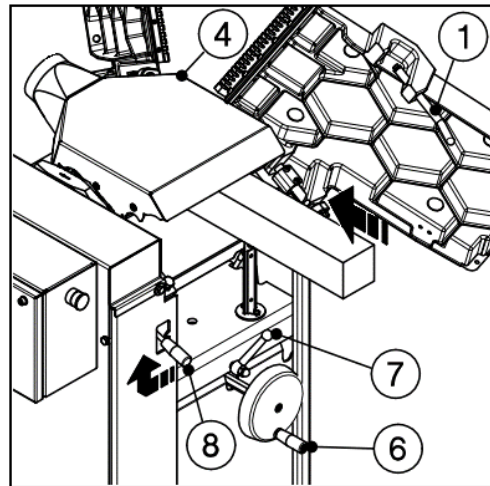

Fig 12
- 1 Faites basculer le dispositif de protection/évacuation sur l'arbre du rabot (Fig 12+13) et fixez-le avec la goupille de verrouillage (Fig 13.1).